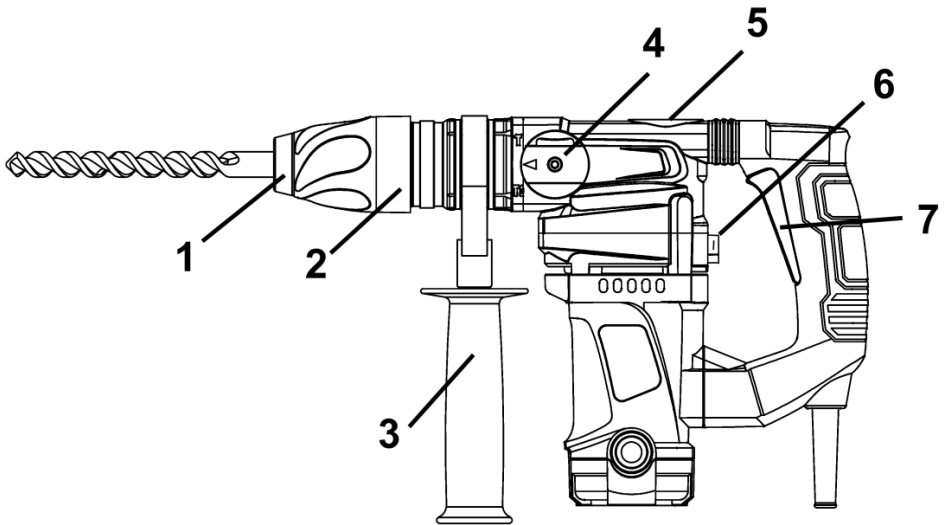

Рисунок 1
**4.1** Виберіть необхідний режим роботи виробу за допомогою перемикачів (4) та (6) (див. рисунок 1).
- Ударно-обертальний режим - перемикач (4) (верхній) у положенні **T1**, перемикач (6) (задній) у положенні **T2**.
- Ударний режим - перемикач (4) у положенні **T**, перемикач (6) у положенні **T1**
- Обертальний режим - перемикач (4) у положенні **T2**, перемикач (6) у положенні **2**.
**4.2** Для увімкнення виробу натисніть на курок вимикача (7) (рис.1). Для відключення виробу курок слід відпустити.